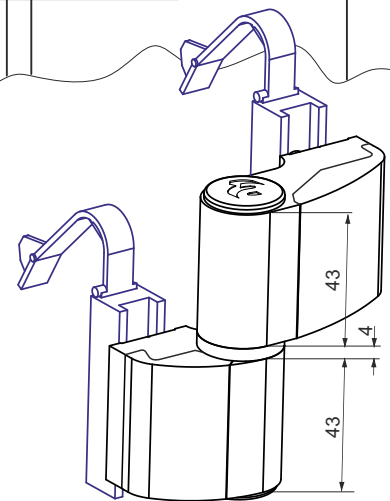

Рисунок 1. Номинальный зазор
**Регулировка по высоте** осуществляется с помощью шайб. В комплекте три шайбы с рабочей высотой 1,0 мм. (Смотрите рисунок 1.)